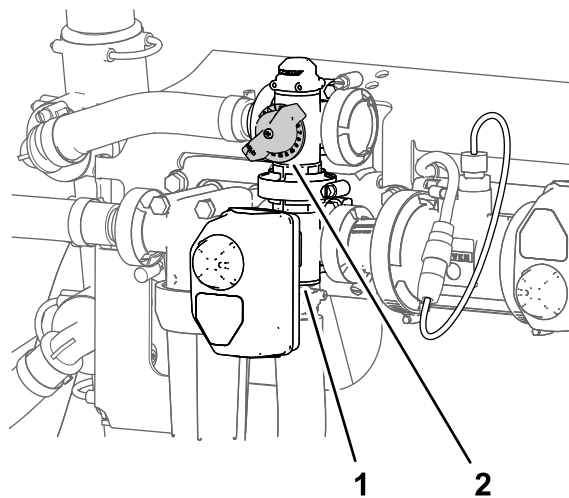

图 32
11. 调整搅拌阀背面的搅拌旁通阀 图 32 直至压力表上打药机系统压力读数为 6.89bar。